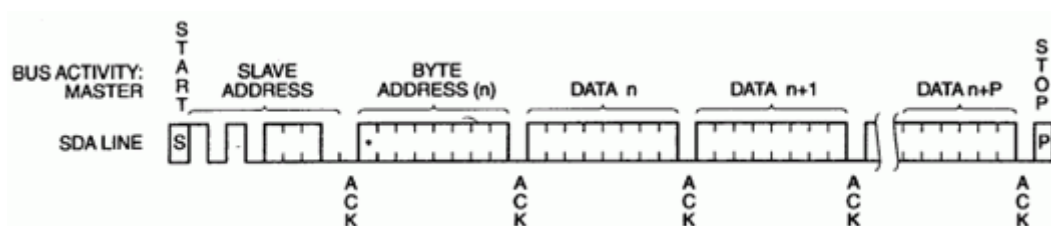

图 9.21 CAT24WC02 页写时序
1. 写数据。实验程序的第一步是往CAT24WC02内部写入8个数据，从内部地址0开始写。要写数据，那么在I²C起始条件后确定I²C器件的从地址和读写数据方向，器件并作了应答，CAT24WC02页写的时序图如图 9.21示。